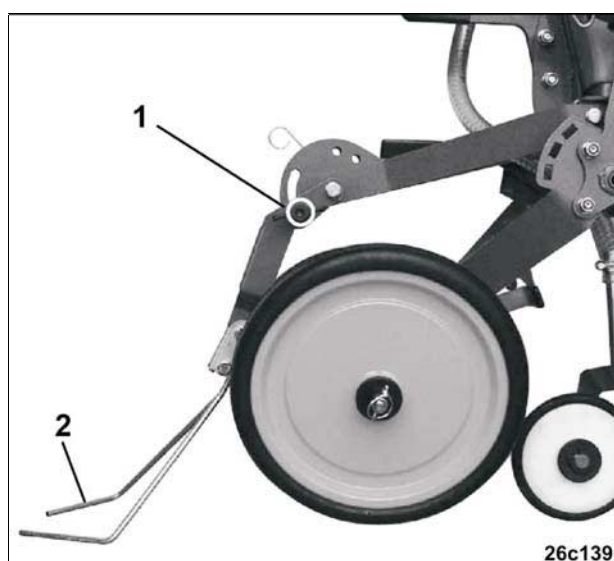

Рис. 144
- Удалите фиксирующий палец с пружинной защелкой и крепежный палец (Рис. 144/1).
- Опустите загортач (Рис. 144/2) вниз и закрепите в рабочем положении при помощи крепежного пальца (Рис. 144/1) и фиксирующего пальца с пружинной защелкой.